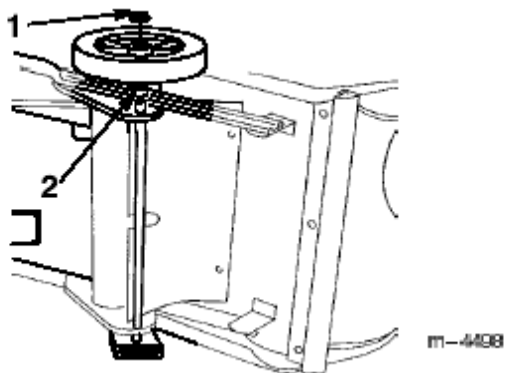

图2
- 2、翻转吹雪机，使其右侧朝上，于左侧轴下方垫一木块。（图2）
- 3、于右侧轴上安一短垫圈和一个轮子。有6个轮辐的一侧朝下。（图2）
- 4、于轴的末端安一推进螺母。（图2）